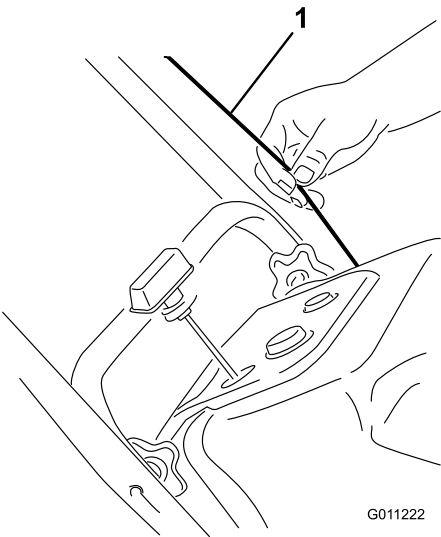

Figure 5
**Important:** Veillez à ne pas pincer ni plier le câble de commande (Figure 5).